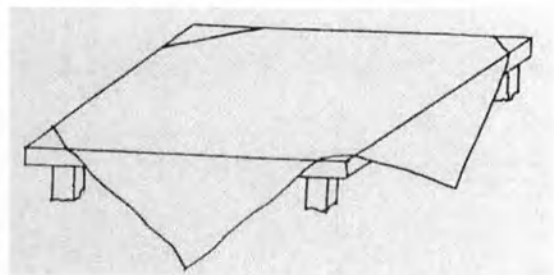
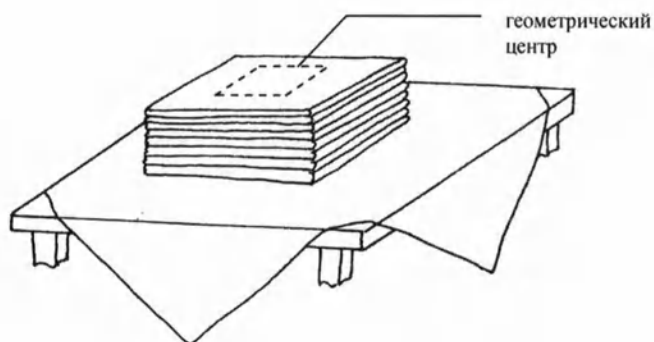

Рис. 1. Стол, застеленный простыней в два сложения
Рис. 2. Стопка из восьми простыней
6.1. Берут верхнюю простыню из стопки, разворачивают, складывают в два слоя и застилают рабочий стол в соответствии с рис. 1. На застеленный простыней стол в середину по диагонали к простыне складывают стопку из 8 простыней в соответствии с рис. 2.